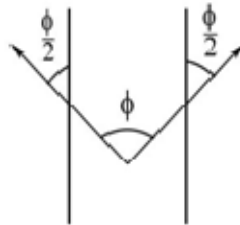

图 3-5
7. 在同一滑移面上有两根平行的位错线, 其柏氏矢量大小相等且相交成 Φ 角, 假设两柏氏矢量相对位错线呈成对配置(图 3-5), 试对能量角度考虑 Φ 在什么只是两根位错线相吸或相斥。